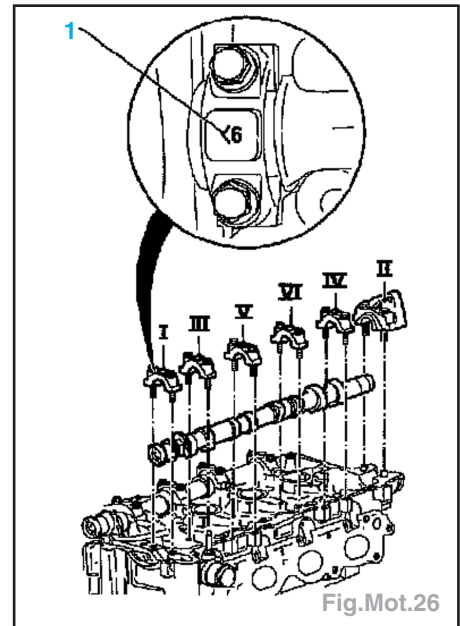

Fig.Mot.26
- l'arbre à cames d'admission avec les chapeaux de paliers (Fig.Mot.26)